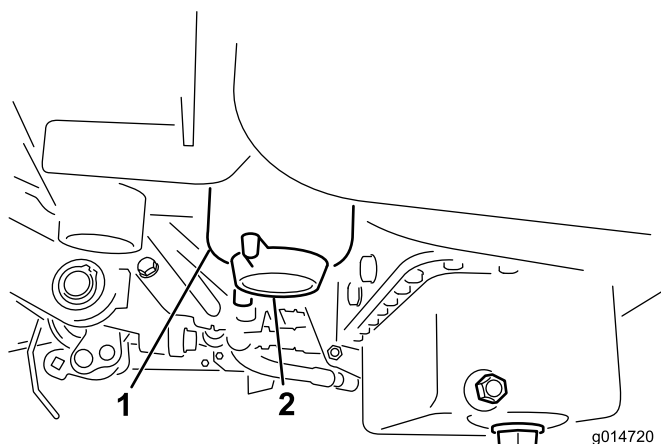

図 30
3. 燃料フィルタについているドレンプラグを 1 回転ほど開き、内部にたまっている異物を流し出す (図 30)。終了したらプラグを締める。